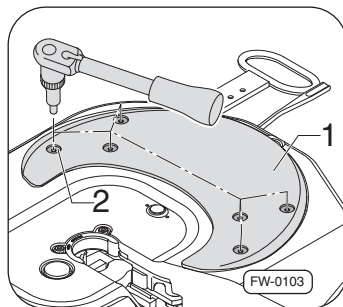

Рис. 38 · Монтаж пластин скольжения
1. Вложите пластины скольжения ⇒рис. 38, –поз. 1– в углубление пластины седельно-сцепного устройства.